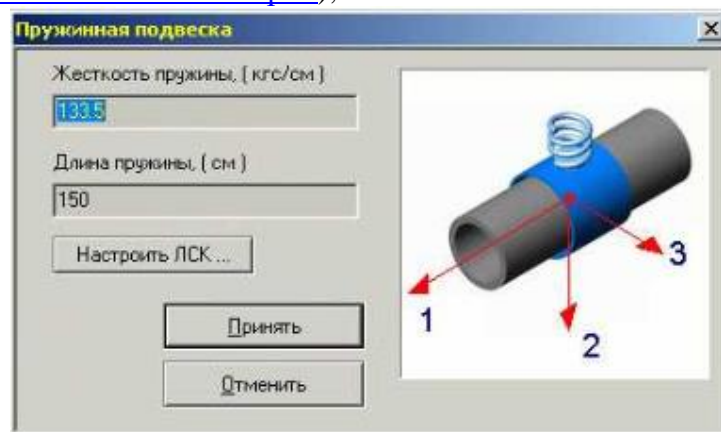

Рис. 5.4.14. Диалоговое окно задания параметров пружинной подвески
3. В возникшем диалоговом окне (рис. 5.4.14.) необходимо задать жесткость пружины, с которой опора будет держать вес трубопровода, а также локальные оси опоры (смотрите главу "Локальные оси опоры");